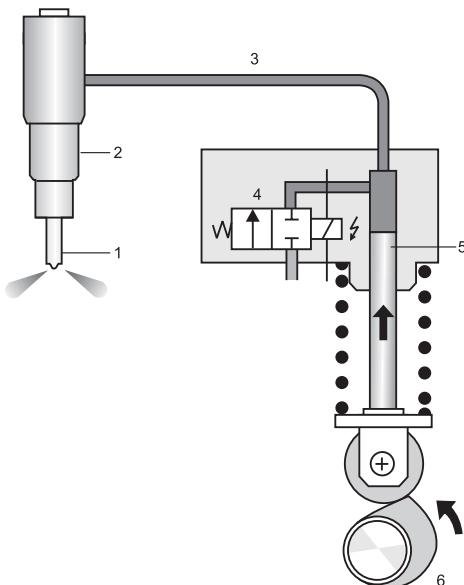

Рис. 1.1.6. Система впрыска UPS:
2. Система впрыска UPS (Unit Pump System). Принципиально она не отличается от системы UIS, только насос и форсунка не объединены в один агрегат, их соединяет короткая магистраль (рис. 1.1.6). Такая конструкция облегчает монтаж системы на двигатель и, соответственно, упрощает обслуживание и ремонт системы.